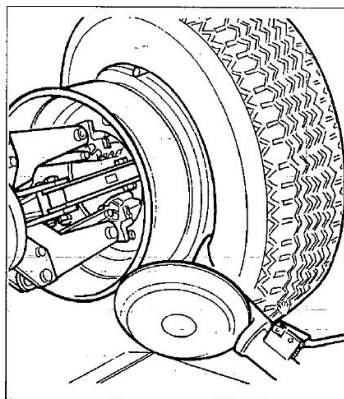

Рис. 25
- 4) Переведите монтажную головку вперед до тех пор, пока красная метка не займет положения напротив внешней закраины обода колеса в 5 мм от нее (см. рис. 25)